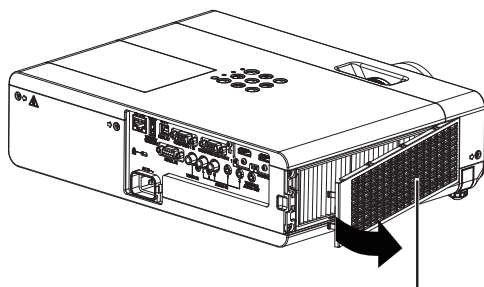

Fig.1 Couverture de filtre à air
1) Retirez le couvercle de filtre à air. (Fig.1)